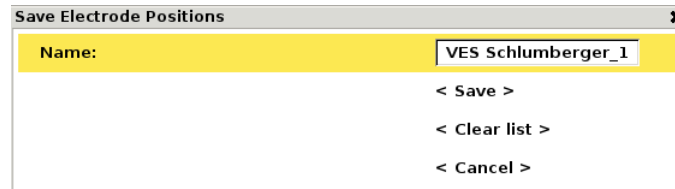

Figura 76 Cuadro de diálogo Guardar posiciones de electrodos VES
- Presione <OPT> para abrir el cuadro de diálogo Guardar (Figura 76)